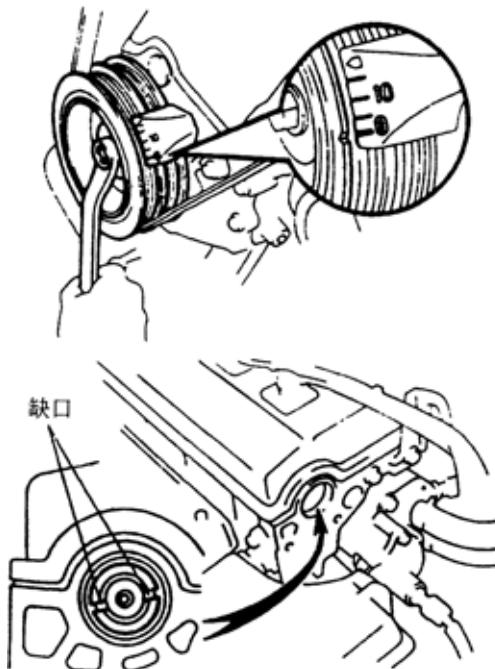

图 9-26
(1) 拆下装配螺栓, 拉出分电器总成。
(2) 从分电器外壳上拆下 O 形圈。
3) 确定 1 缸压缩上止点的位置。顺时针转动曲轴, 把进气凸轮轴缺口的位置对准如图 9-26 所示的位置。